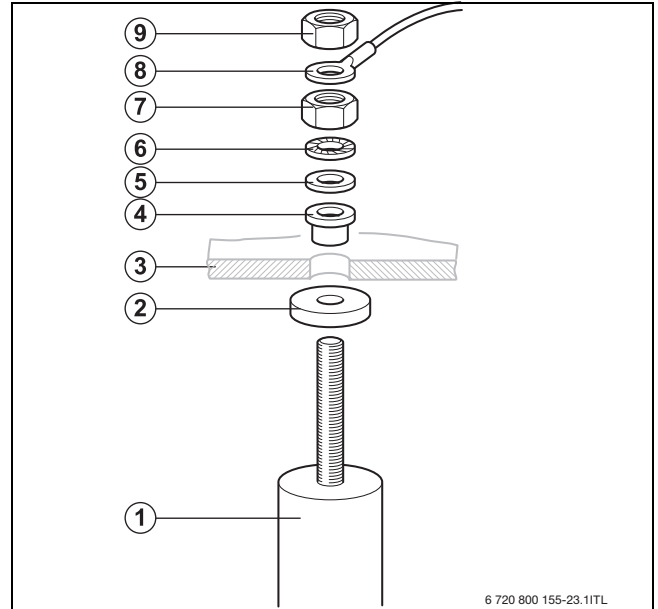

Fig. 21 Sustituir el ánodo de magnesio
- Montar el nuevo ánodo de magnesio con las piezas pequeñas suministradas (→ fig. 21).